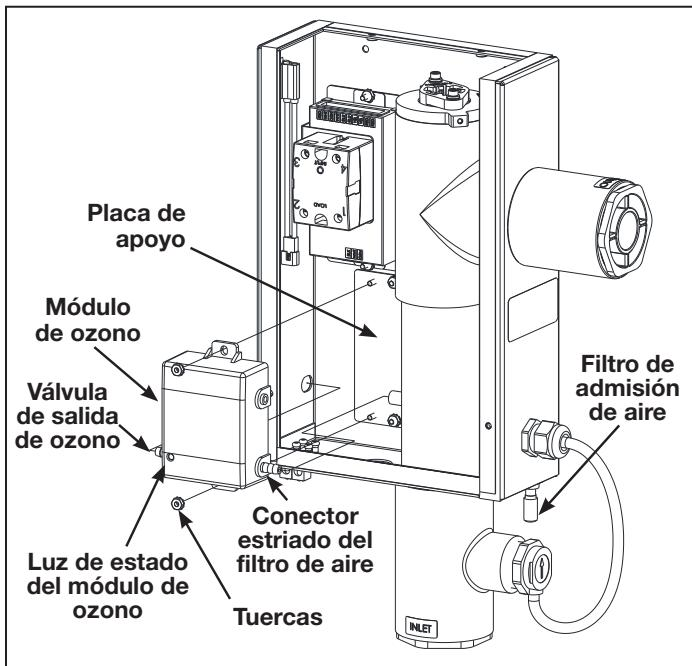

Figura 7. Reemplazo del módulo de ozono
y reemplácelo según sea necesario o al menos una vez al año. Se incluye un filtro de entrada de aire en el kit del módulo de ozono (R0992700) o está disponible en un kit específico (R1091700). Consulte la Figura 7 y los pasos 16 y 17 de la sección 5.4.
3. Use un destornillador Phillips para quitar los cuatro (4) tornillos que sujetan la tapa superior y lateral. Consulte la Figura 7.
5. Afloje las dos (2) tuercas de la placa posterior del módulo de ozono.
6. Extraiga las dos (2) tuercas que sujetan el módulo de ozono a la placa posterior y guárdelas en un lugar seguro.
10. Deslice el conector estriado de la salida de ozono al interior del orificio correspondiente e instale el nuevo módulo de ozono en la placa posterior. Sujete el módulo de ozono con las dos (2) tuercas. Apriételas a mano solamente.
16. Quite el conjunto de la tapa del filtro del lado inferior derecho de la estructura del sistema AOP Jandy. Mantenga la tapa y el filtro juntos. Consulte la Figura 7.